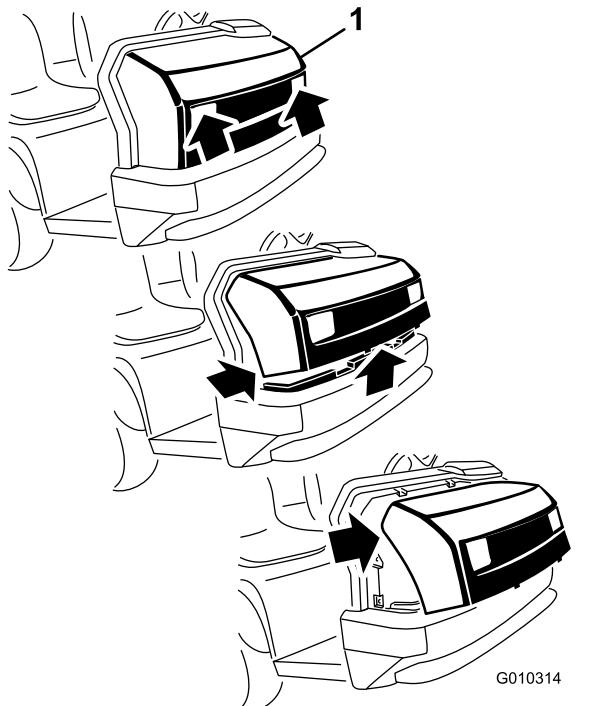

Figura 25
1. Sujete el capó por los orificios de los faros y levántelo para poder liberar las pestañas de montaje inferiores de las ranuras del bastidor (Figura 25).
2. Gire hacia arriba la parte inferior del capó hasta que pueda retirar las pestañas de montaje superiores de las ranuras del bastidor (Figura 25).
3. Gire hacia adelante la parte superior del capó y desenchufe los conectores de los cables de los faros (Figura 25).
2. Introduzca las pestañas de montaje superiores en las ranuras del bastidor (Figura 25).
3. Introduzca las pestañas de montaje inferiores en las ranuras del bastidor (Figura 25).